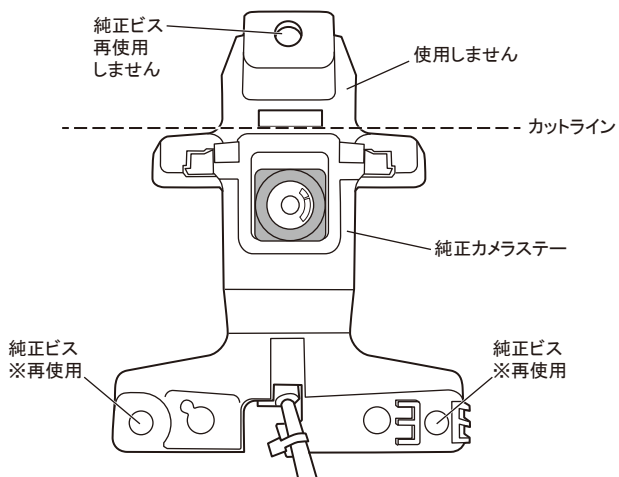

図8-2 カメラブラケット取付け
8. 図8-1を参照し、純正カメラステーを切除加工した後、図8-2を参照し、②トラスボルトと③フランジナットを使用して④カメラブラケットを取付けます。